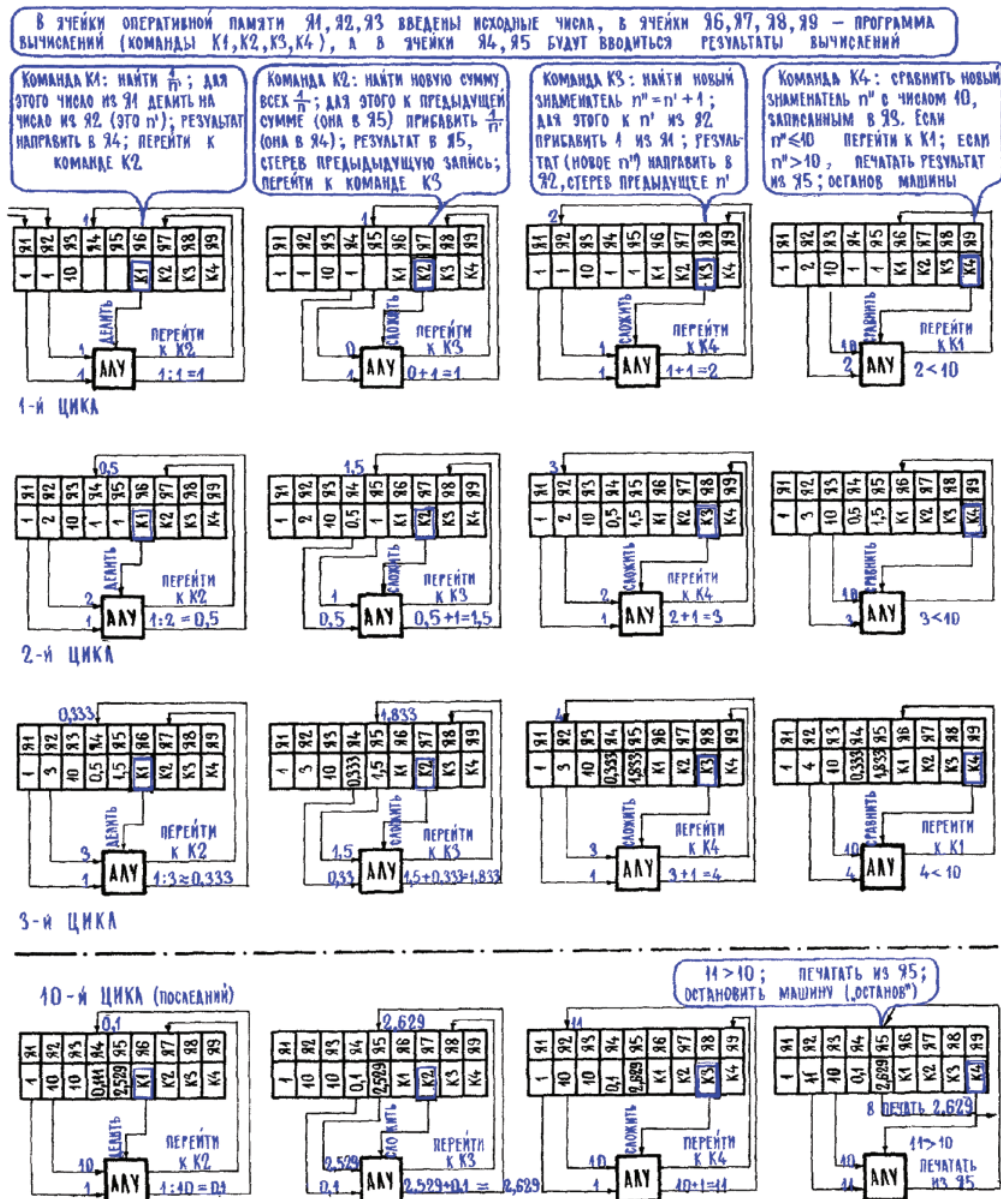

Рис. 16.9. Решение задачи суммирования ряда  $1/n$
**9. Наряду с «железом» – самой схемой и конструкцией ЭВМ – математические и интеллектуальные способности компьютера определяют созданные для него программы.** Давайте посмотрим, как может решаться на машине какая-нибудь простая задача, скажем вычисление суммы десяти чисел типа  $1/n$ , где  $n = 1, 2, 3, 4, \dots, 10$ , то есть суммы ряда  $1/1 + 1/2 + 1/3 + 1/4 + \dots + 1/10$ . Ход решения этой задачи на ЭВМ иллюстрирует рис. 16.9. На нем для простоты вместо двоичных чисел, которыми оперирует машина, показаны десятичные числа.
Теперь введем в машину команды, им отводятся последние четыре ячейки памяти – Я6, Я7, Я8, Я9. (Конечно же, в нашем примере все чрезвычайно упрощено, много важных подробностей опущено, все решение задачи показано очень схематично.) В ячейку Я1 вводим первую команду К1 – «Число из ячейки Я1 (то есть 1) разделить на число из ячейки Я2 (то есть на  $n$ ; пока у нас  $n = 1$ ; получаем первый член ряда:  $1/1$ ); результат направить в Я4; перейти к команде К2». Все эти указания извлекаются из Я6, где записана команда К1, и поступают в АЛУ – арифметико-логическое устройство, которое по указанным адресам извлекает из нужных ячеек числа и производит с ними заданные операции (на нашей схеме и это показано очень упрощенно). Кроме того, АЛУ посылает результат в заданную ячейку и включает следующую команду, предписанную программой. В действительности всю эту работу выполняет процессор, главным образом его устройство управления. Но для простоты весь процессор представлен на рис. 16.9 его вычисляющим блоком АЛУ.
На рис. 16.9 показаны первые три цикла вычислений и самый последний цикл, когда знаменатель дроби, постепенно увеличиваясь, достигает 11. Как видите, порядок действий машины очень прост: выполняя деление, она находит очередной член ряда  $1/n$ , прибавляет его к сумме всех предыдущих членов ряда, затем находит новый знаменатель  $n + 1$ , потом опять находит новый член  $1/(n + 1)$ , опять прибавляет его к предыдущей сумме, опять вычисляет новый знаменатель  $(n + 1) + 1$  и т. д. И всякий раз машина проверяет, а не стало ли очередное  $n$  больше 10, дальше которого считать не велено.
Принцип построения нашей учебной программы (рис. 16.9) примерно тот же, какой был на заре программирования, – это программа, как ее называют, в машинных кодах. В ней указываются конкретные адреса, говорится, откуда взять число и куда направить, называются конкретные арифметические действия, которые нужно поочередно выполнять.